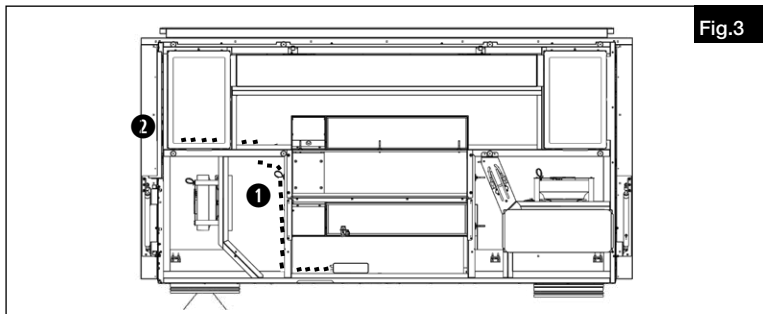

Fig.3
1. Poser le câble d'alimentation ❶ dans l'appareil et le faire passer par le passe-fil en caoutchouc vers l'extérieur jusqu'à la boîte à bornes ❷ (voir Fig.3).